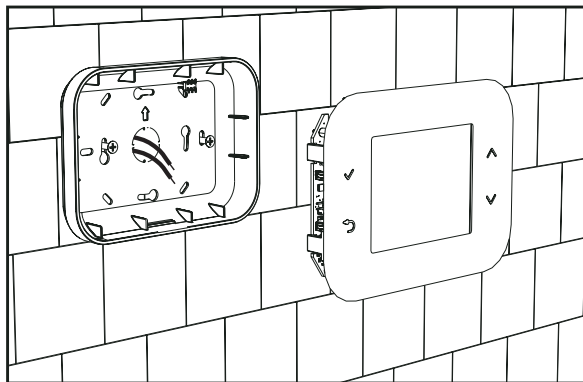

fig. 7
- Fiksoni panelin e pasmë direkt në mur ose në kuti elektrike me 2 ose 3 module sipas vendeve të posaçme për vida, duke u kujdesur që të kaloni kabllo të përmes folesë siç tregohet në fig. 7.